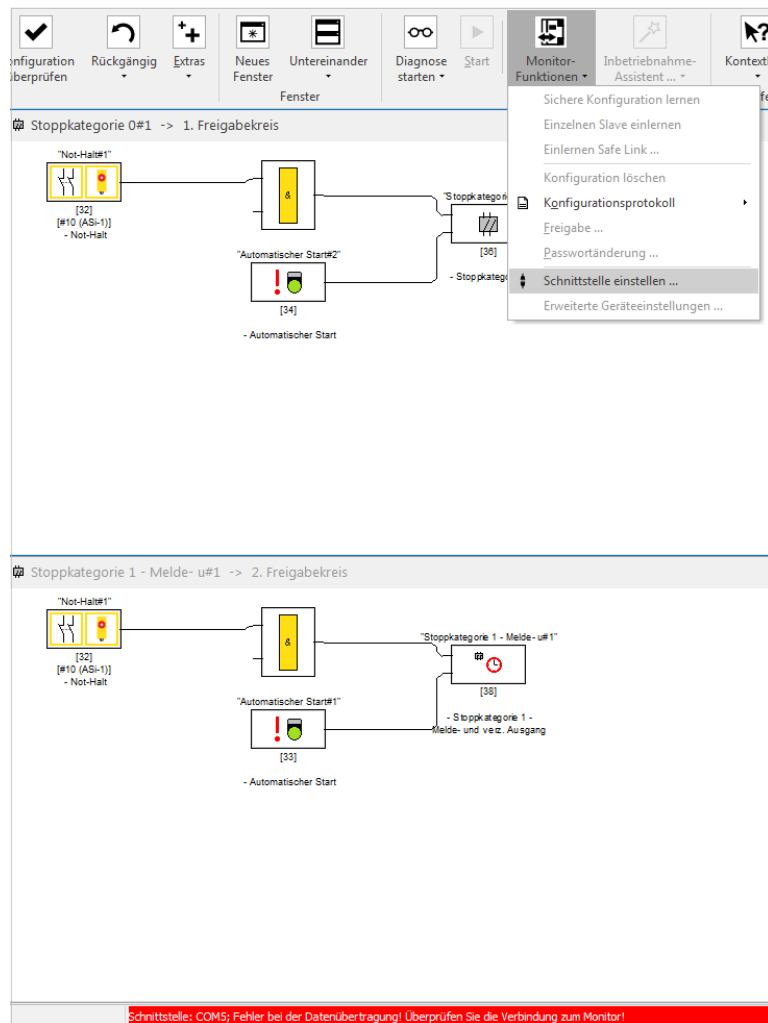

Abbildung 14. Schnittstellenkonfiguration
- Diese Einstellungen sind dargestellt in Abbildung 14.